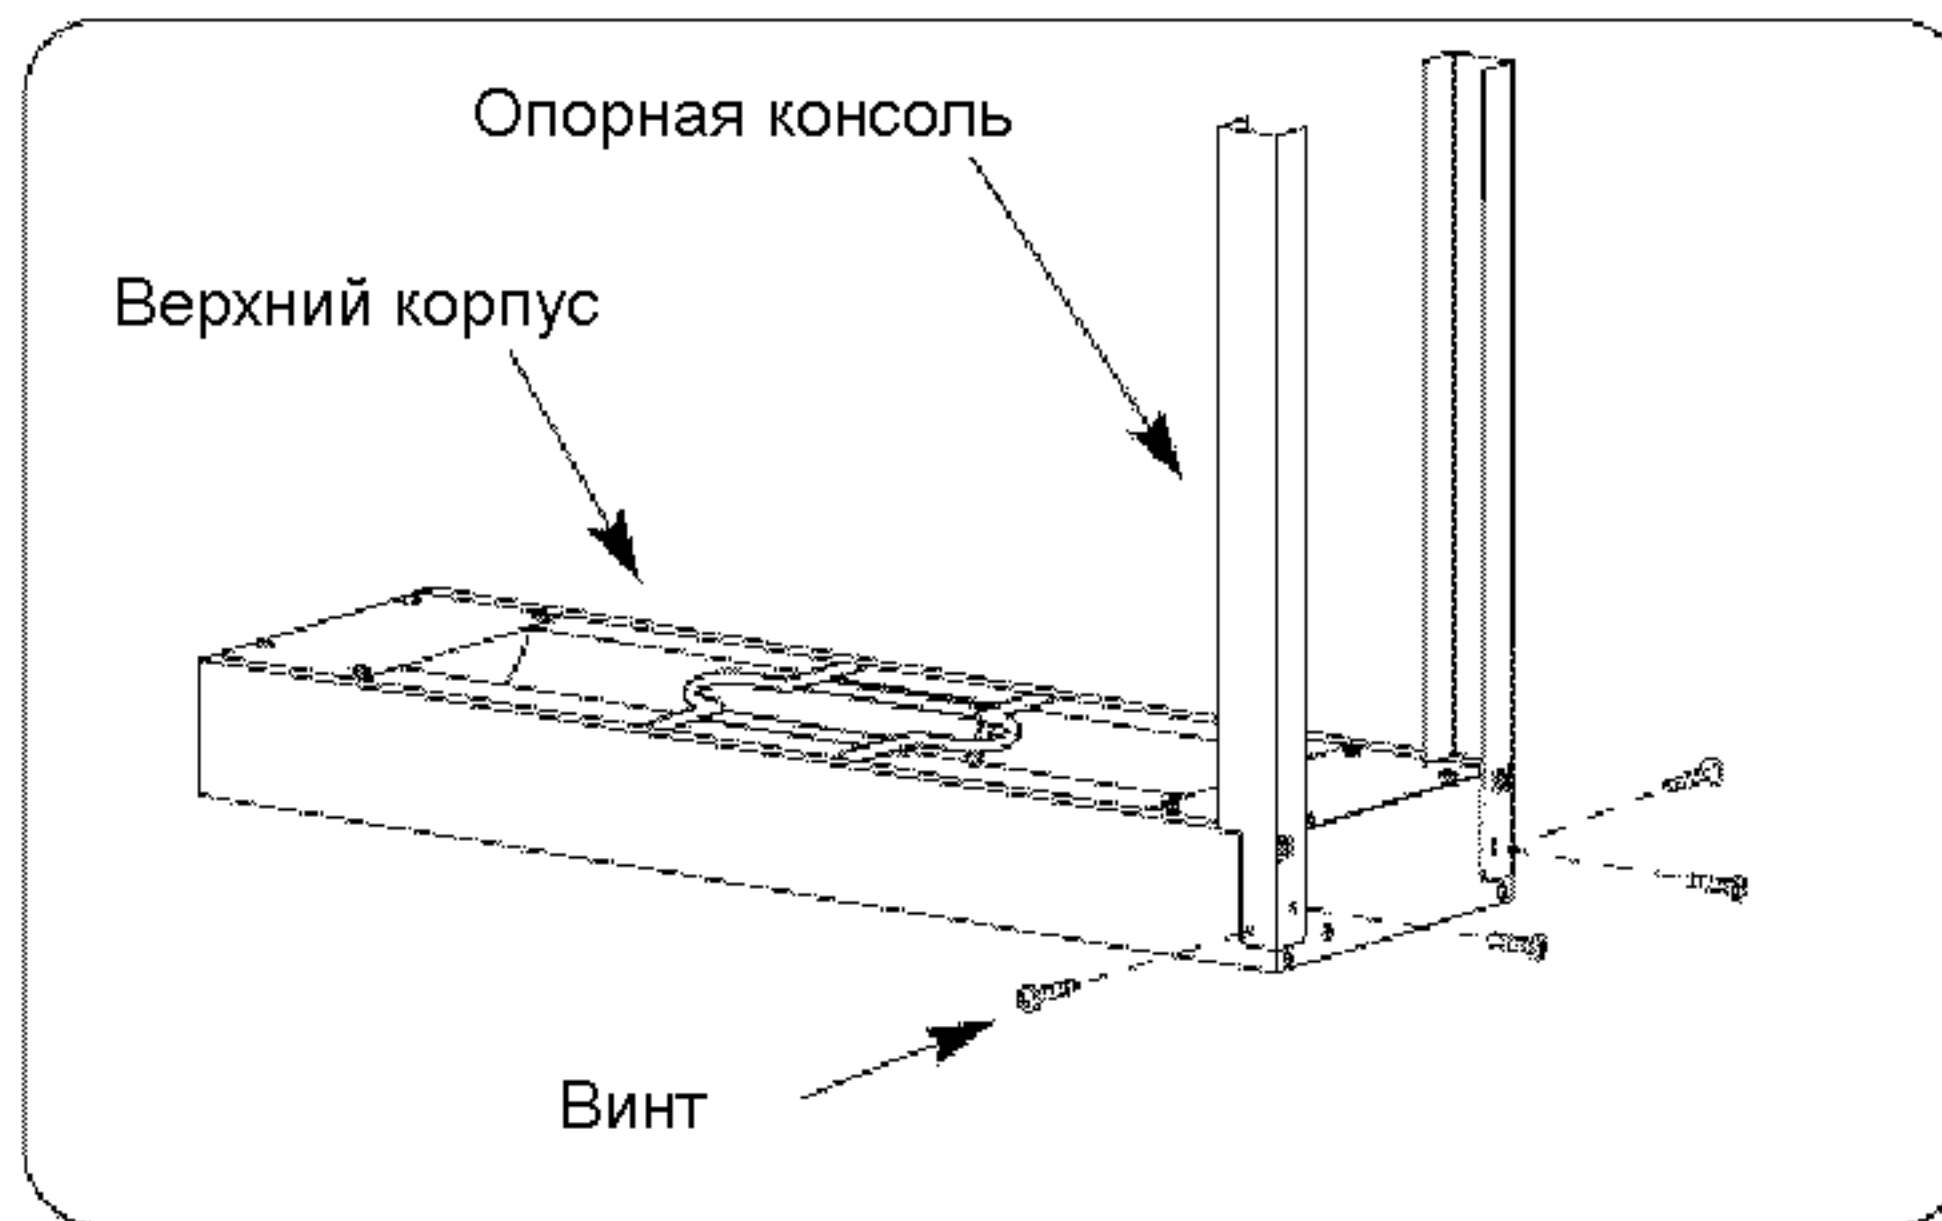

Рис. 13. Сборка верхнего корпуса и опорных консолей
- г) С помощью четырех прилагаемых винтов прикрепите обе опорные консоли к верхнему корпусу. (см. рис. 13.)